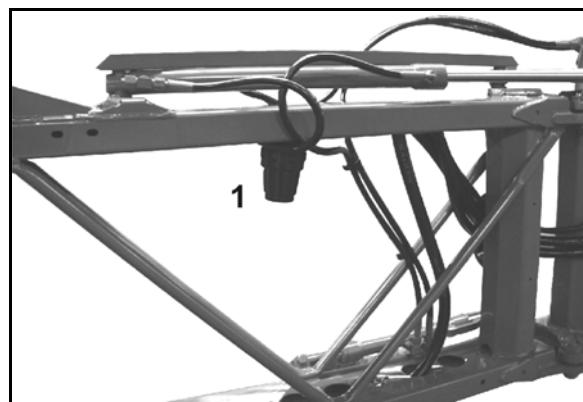

Рис. 198
- Очищайте линейный фильтр (Рис. 198/1) каждые 3-4 месяца в зависимости от условий эксплуатации.